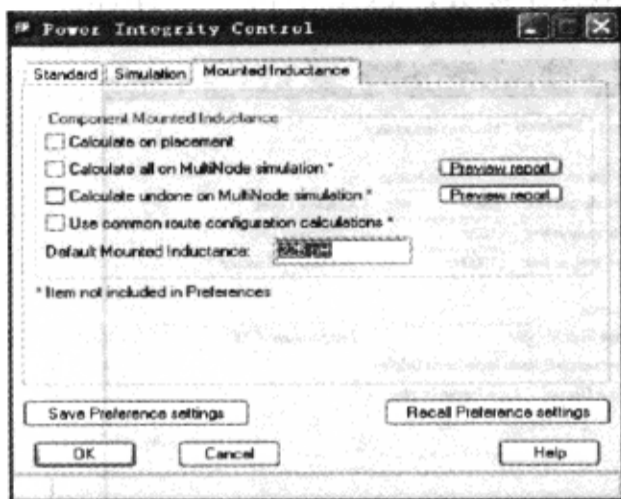

图 9-7-11 改变默认贴装电感值
(6) 在“Default Mounted Inductance”栏中输入“225pH”。之所以选择 225pH 大小的默认贴装电感值，是因为在第 8 章中使用的是这个值。改变默认贴装电感值会影响到所选电容器的谐振频率，如图 9-7-11 所示。